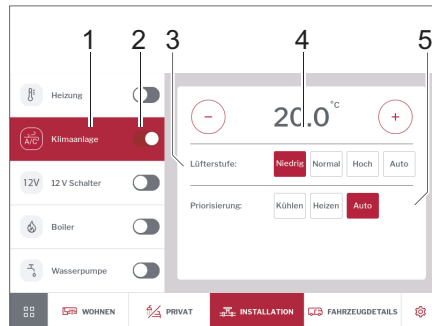

Bild 278 Klimaanlage
- Mit Schiebeschalter (Bild 278,2) Klimaanlage ein- oder ausschalten.
- Auf Schaltfläche *Klimaanlage* (Bild 278,1) tippen.
- Mit Plus- und Minus-Tasten gewünschte Wohnraumtemperatur einstellen (Bild 278,4).
- Gewünschte Priorisierung (Kühlen/Heizen/Auto) einstellen (Bild 278,5).
- Lüfterstufe wählen (Bild 278,3).